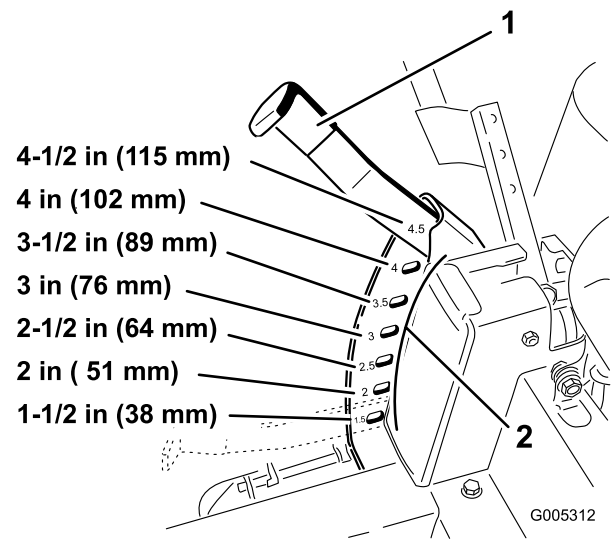

Bild 11
3. Heben Sie den Schnitthöhenhebel in die Transportstellung (Schnitthöheneinstellung 4.5 von 115 mm) (Bild 11).